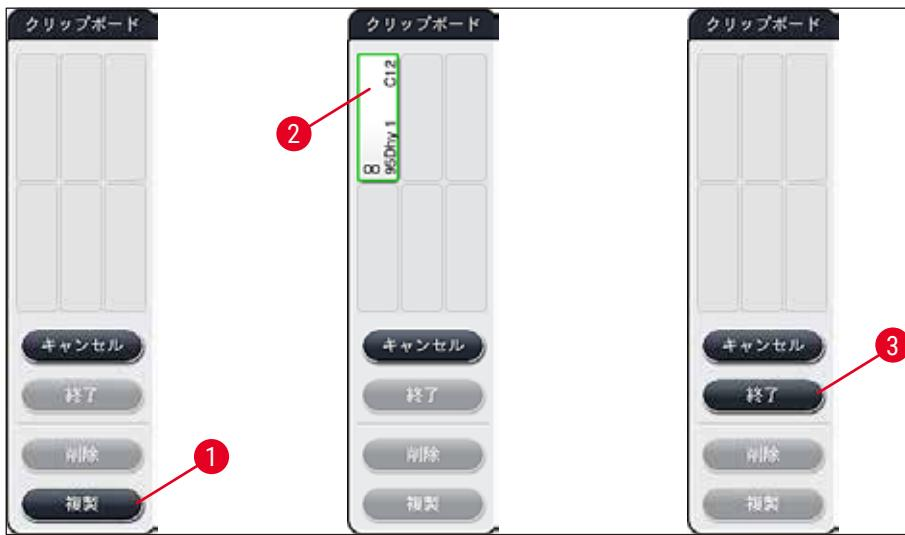

図 53
- 続いて表示される情報メッセージに目を通し、「OK」で確認します。新しい「クリップボード」（→「図 53」）ウィンドウが開きます。